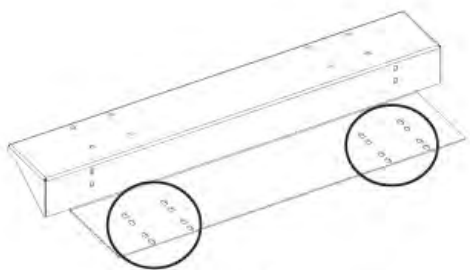

图 2
4. 使用在第 3 步取下的零件和机器底部的脚轮安装孔，沿着堆叠垫片（如有），将外部脚轮支架安装到机器底部。（堆叠垫片应位于机器的客户侧上面。）然后，使用 8 个 1/4-20 x 1 英寸螺丝（第 1 步），将脚轮支架安装到机器两侧。图 2 和 3
如图 2 所示，支架可在任一侧使用，所以支架有 16 个安装孔。